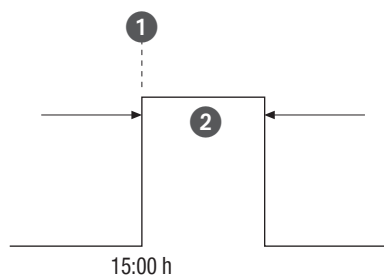

Fig. 30: Commutation d'impulsions
- (fig. 30/①) heure de démarrage
- (fig. 30/②) durée = commutation MARCHÉ